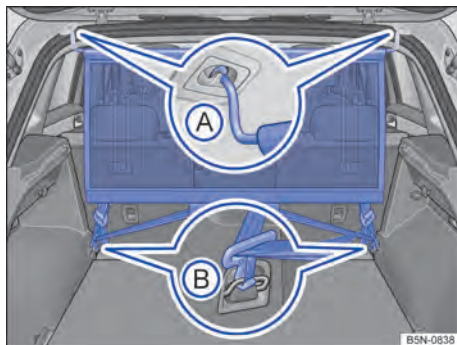

Fig. 181 Rede divisória instalada.
- Enganchar a rede divisória no alojamento traseiro esquerdo no teto → Fig. 181 A. Atentar para que a barra transversal seja puxada de cima da posição superior para baixo.
- Enganchar a rede divisória no alojamento traseiro direito no teto flexionando a barra transversal → Fig. 181 A.
- Enganchar ambos os ganchos da rede divisória nos olhais de amarração no compartimento de bagagem → Fig. 181 B e tensionar os cintos com firmeza.
- Desenganchar os ganchos da rede divisória dos olhais de amarração → Fig. 181 B.
- Desenganchar a rede divisória do alojamento direito no teto → Fig. 181 A flexionando a barra transversal.